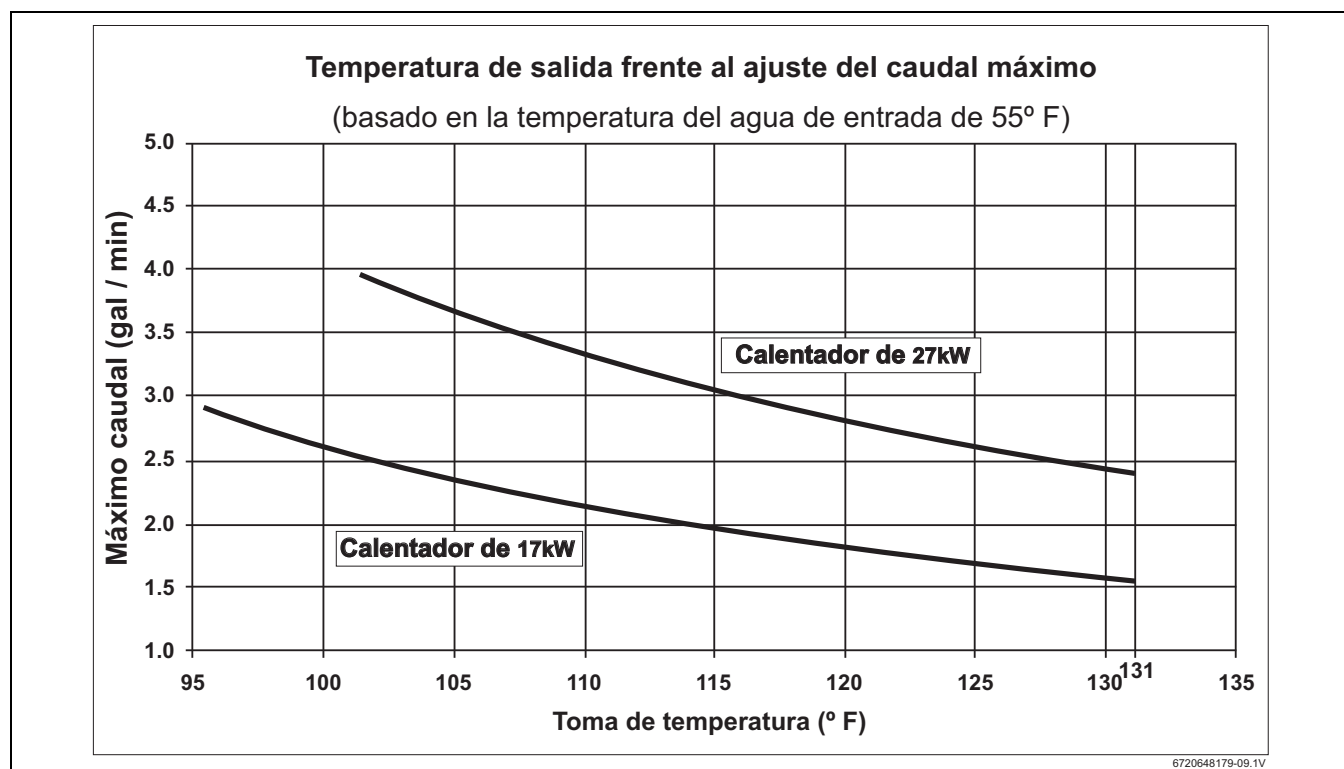

Fig. 11
- Ajuste la válvula de cierre de salida hasta que el rango de flujo de agua caliente corresponde con el valor en la Fig. 11 siguiente.
se muestra en la Fig. 11. Si se desea una toma de mayor temperatura de agua, a entonces, reduzca el rango de flujo y / o suministro de la unidad con 240 voltios.
La temperatura del agua de entrada es demasiado fría	Compruebe que el calentador es de tamaño apropiado para su ubicación geográfica. Gire el mando de la temperatura en la parte inferior del agua totalmente en el sentido de las manecillas del reloj para establecer la temperatura máxima. Asegúrese que los rangos de flujo dentro del calentador están dentro de las especificaciones. Consulte la Fig. 11 en la page 17 del manual. Se recomienda el uso de una válvula de aislamiento en la salida de agua caliente para el control de velocidad de flujo.
El control de temperatura de disco está activado demasiado bajo	Gire el control de disco de temperatura en la parte inferior de la derecha del calentador de agua para temperaturas más calientes. Consulte la Fig. 11 para la temperatura de salida vs variación del caudal.
El flujo de agua es demasiado grande	Ajuste el flujo de agua para mantenerse dentro de las especificaciones del calentador de agua. Vea la Fig. 11 de este manual.
Salida de las válvulas de cierre establecidas demasiado bajo	<p>Ajuste la válvula de salida que se suministra con la instalación como se describe a continuación:</p> <ul style="list-style-type: none"> • Abra completamente ambas válvulas de cierre-de entrada y salida que se suministran con la instalación en el calentador. (si no hay ninguna instalada, instále-las antes de proceder). • Abra completamente el agua caliente en la llave de agua caliente con más alto flujo a la que le da servicio el calentador (por ejemplo, la bañera). • Cierre lentamente la salida de la válvula de cierre, disminuyendo el caudal de agua hasta que la temperatura en la llave de agua caliente se corresponda con los valores indicados en la Fig. 11 del manual, o se alcance la temperatura deseada del agua.
Cambio de rango de flujo. Abastecimiento de agua conectado a la salida de la unidad.	Los principales cambios en el rango de flujo puede afectar negativamente la temperatura del agua de salida del calentador. El aumento a partir de una llave principal abierta para varios accesorios funcionando a un mismo tiempo puede hacer que la temperatura fluctúe. Manténgase dentro de las especificaciones del calentador. Vea la Fig. 11.